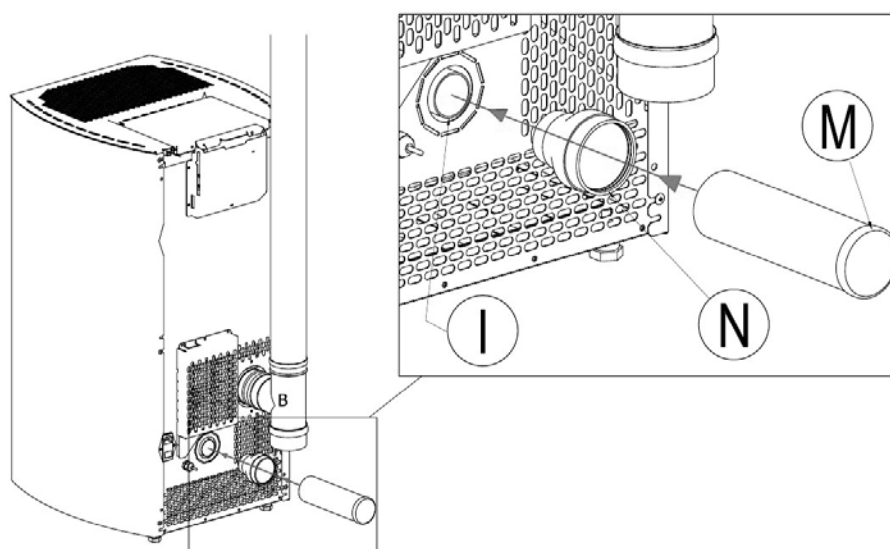

Fig. 13 - Conexiones
LEYENDA	Fig. 13
- Empalme N con Q utilizando un tubo flexible o rígido de diámetro de 60 mm, con una longitud máxima de 2 metros (ver **Fig. 13**).